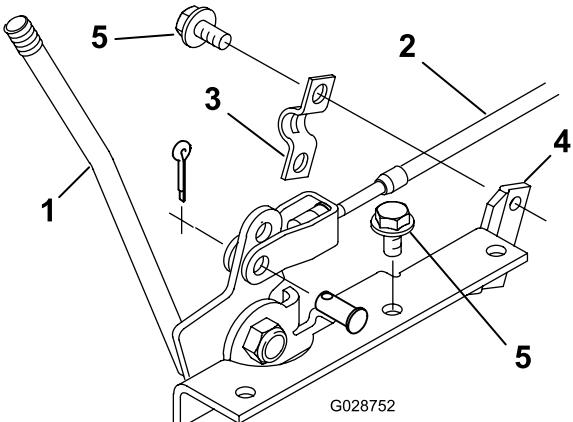

Рисунок 13
- Подсоедините вилку троса механизма отбора мощности к нижнему отверстию рычага механизма отбора мощности с помощью штифта с отверстием и шплинта (Рисунок 13).
4. Прикрепите трос механизма отбора мощности к опоре рычага механизма отбора мощности с помощью зажима и двух самонарезающих винтов (Рисунок 13).